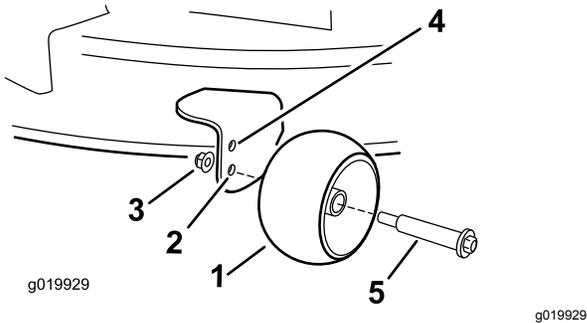

Figura 20
posición de altura de corte de 63 mm (2½") o menos (Figura 20).
- Taladro inferior – utilice esta posición cuando la carcasa de corte está en la posición de altura de corte de 76 mm (3") o más (Figura 20).